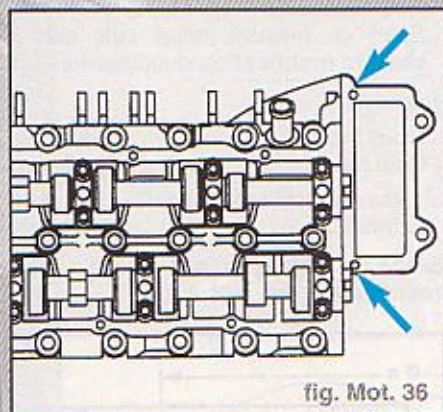

fig. Mot. 36
- Débarrasser les alésages de **3 mm** dans le joint de culasse ou le cache et le flasque d'étanchéité du produit d'étanchéité usagé (fig. Mot. 36)